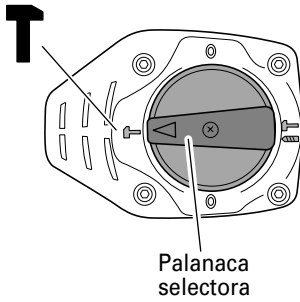

Fig. 8
(1) Cambio a "martilleo"
- (b) Alinee las marcas ▲ de la palanca selectora y ⚡ de la tapa de la manivela como se ilustra en la Fig. 8.